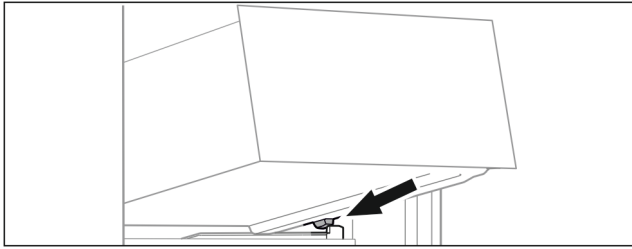

Fig. 59
- ▶ Schubfach schräg hinter den Stopperrn auf Behälterrippe aufsetzen. (siehe Fig. 59)